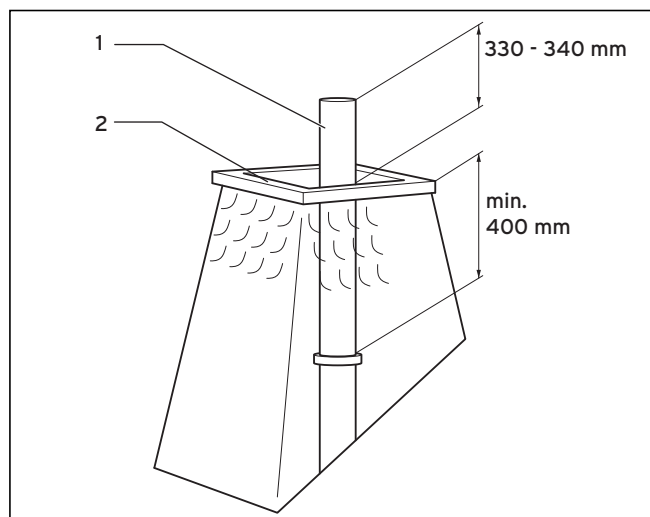

Fig. 6.14 Accorciamento del tubo in acciaio inox
- Accorciare il tubo in acciaio inox (1) come indicato in fig. 6.14.
- Impermeabilizzare con silicone il bordo di sbocco del tubo (2).